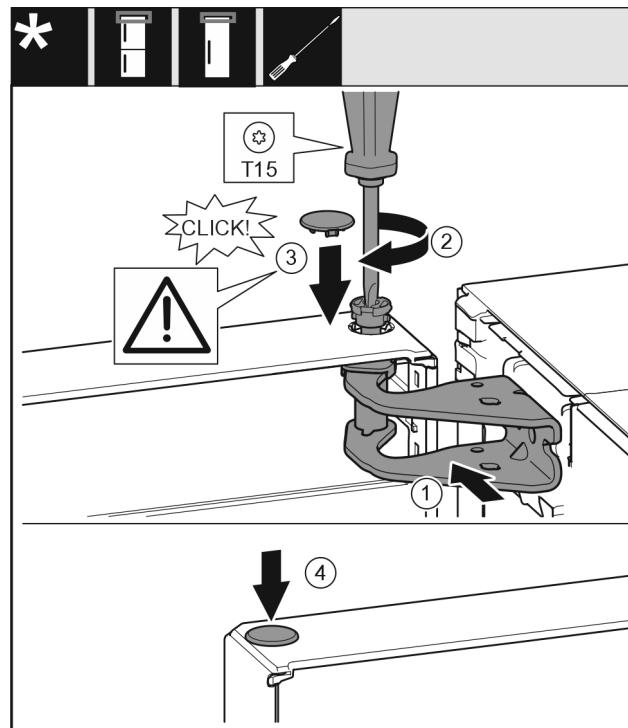

Fig. 22
- ▶ 将冰箱门的上方对准托架 Fig. 22 (1)中的开口。
- ▶ 放入螺栓 Fig. 22 (2)并用螺丝刀拧紧。
- ▶ 装入盖板 Fig. 22 (3)。
- ▶ 检查盖板 Fig. 22 (3)是否紧贴在冰箱门上。
- ▶ 装入盖板 Fig. 22 (4)。